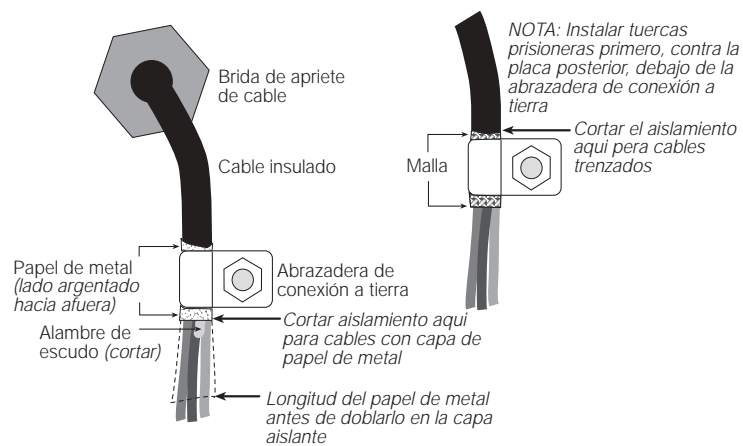

Figura 2-2. Conexión a la abrazadera de conexión a tierra para cables con capa de papel de metal o malla
- Para cables con capa de papel de metal, pelar el aislamiento y la capa desde el cable por 15 mm (una media pulgada) desde la abrazadera de conexión a tierra (ver Figura 2-2). Doblen la capa hacia atrás hasta el punto donde el cable pasa por la abrazadera. Asegure que el lado argentado (conductivo) de la capa esté doblado hacia afuera para mantener contacto con la abrazadera de conexión a tierra.
- Para cables con capa de malla de alambres, pelar el aislamiento y la capa de malla desde un punto poco mas allá de la abrazadera de conexión a tierra. Pelar otros 15 mm (una media pulgada) de aislamiento únicamente para exponer la malla donde el cable pasa por la abrazadera (ver Figura 2-2).
- Encaminar los cables pelados por las bridas de apriete de cables y abrazaderas. Asegurar que las capas estén en contacto con las abrazaderas como se muestra en la Figura 2-2. Apretar las tuercas de las abrazaderas de conexión a tierra.
Tender el cable de celda de carga desde la celda de carga o la caja de conexiones al conector J1 como se muestra en la Tabla 2-1. Si se utiliza un cable de celda de carga de 6 hilos (con conductores sensores), quitar los puentes JP1 y JP2 antes de reinstalar el conector J1 nuevamente (Ver Figura 2-2). Para una instalación de 4 hilos, dejar los puentes JP1 y JP2 en su lugar.
Cuando se finalizan las conexiones, instalar nuevamente el conector J1 en el cabezal hasta que entre presionando de un modo seguro en su puesto. Utilizar dos sujetacables para asegurar el cable de celda al interior de la caja como se muestra en la Figura 2-2.
2. Desenchufar los conectores J1 (cable de la celda de carga), J4 (comunicaciones en serie y entradas digitales), J7 (cable cinta del teclado) y JP4 (interruptor de preparación). Quitar el alambre azul y el moreno de entrada de alimentación al JP7. Si se instala una placa de salida analógica, desconectar el cable de salida analógica. Para conocer las ubicaciones de los conectores, ver la Figura 2-2 en la página 6.